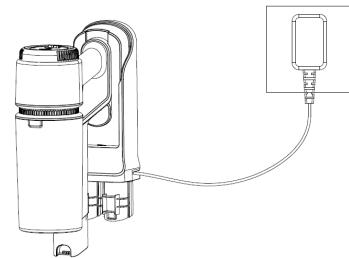

Рис. 8
- Вставьте штекер адаптера питания в зарядное гнездо, расположенное на боковой части настенного крепления (Рис. 8).